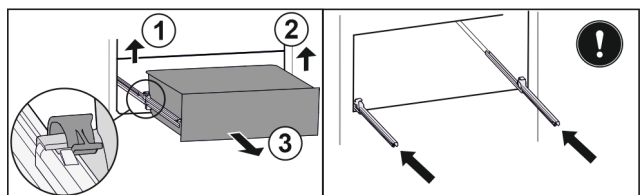

Fig. 38
- ▶ Повдигнете лявата скоба и едновременно с това изтеглете напред чекмеджето отляво. Fig. 38 (1)
- ▶ Повдигнете дясната скоба и едновременно с това изтеглете напред чекмеджето отдясно. Fig. 38 (2)
- ▶ Извадете чекмеджето напред. Fig. 38 (3)